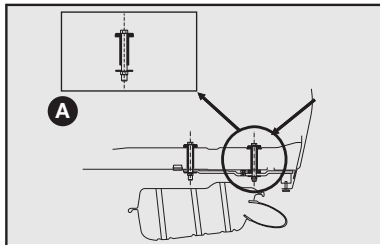
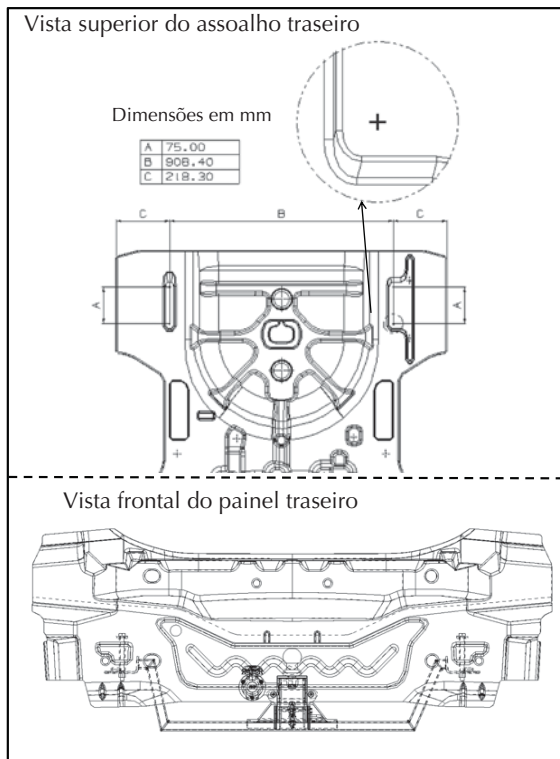

fig. 11
fig. 12
- Efetuar no veículo a furação com \varnothing (diâmetro) 11 mm traspassando o assoalho posterior (ver detalhe **A-fig. 11**) e a longarina nas marcas esquemáticas indicadas no **fig. 12**.